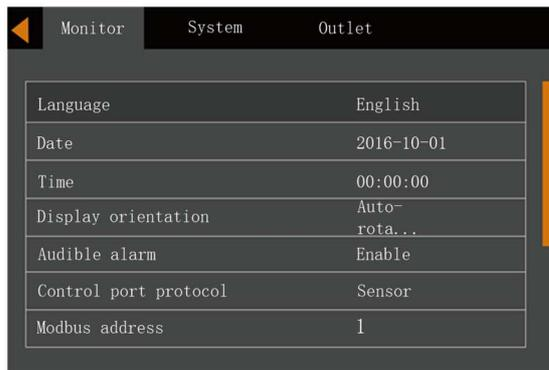

Figura 5-24 Interfaz de monitor
1. Pulse la tecla **▼** para mover el cursor a la página "Monitor", véase la Figura 5-24.